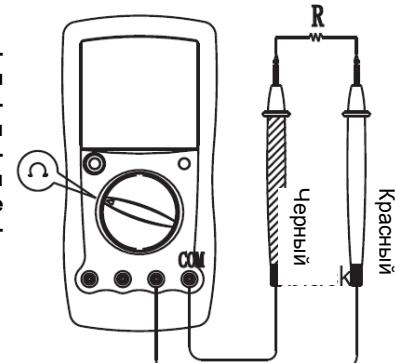

Рисунок 5
C. Измерение сопротивления (см. Рисунок 5)